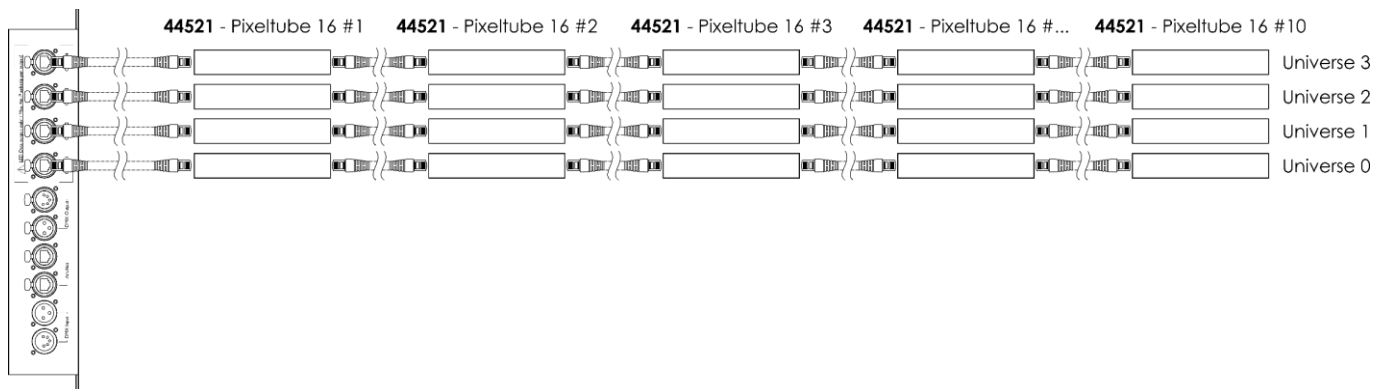

Abb. 06
Verbinden Sie einen Ausgang des Pixel Controllers über ein CAT-Kabel (max. 10 m) mit dem **RJ45-Eingang (03)** des Pixeltubes. Weitere Informationen über den Anschluss der Stromversorgung finden Sie in Abb. 06 auf Seite 10 und in der Bedienungsanleitung des Pixel Controllers (44510).
- 04) Wiederholen Sie Schritt 3, um bis zu 10 Pixeltubes pro Ausgang anzuschließen, siehe Abb. 06 auf Seite 10.